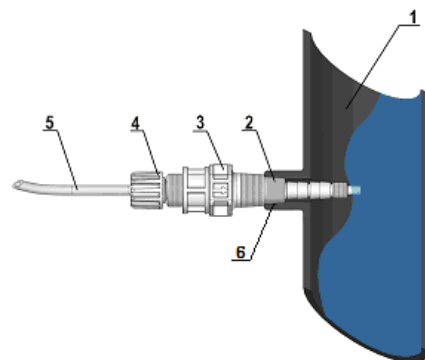

Abb. 7 - Montage Verbindungsstück
Sowohl bei der Druck- als auch bei der Saugleitung sind übermäßige Biegungen zu vermeiden, um Engpässe in der Leitung selbst zu verhindern. An der Leitung der zu behandelnden Anlage an einer für die Einspritzung des Produktes geeigneten Stelle einen 3/8"- oder 1/2"-Gasanschluss mit Innengewinde montieren. Dieser Anschluss ist nicht im Lieferumfang begriffen. Das Einspritzventil mit PTFE-Band in den „Dichtungsanschluss“ schrauben, siehe Abb. 7. Den Schlauch (5) am konischen Anschluss des Einspritzventils (3) anschließen und mit dem zugehörigen Ring (4) fixieren. Das Einspritzventil (3) hat auch die Funktion eines Rückschlagventils.